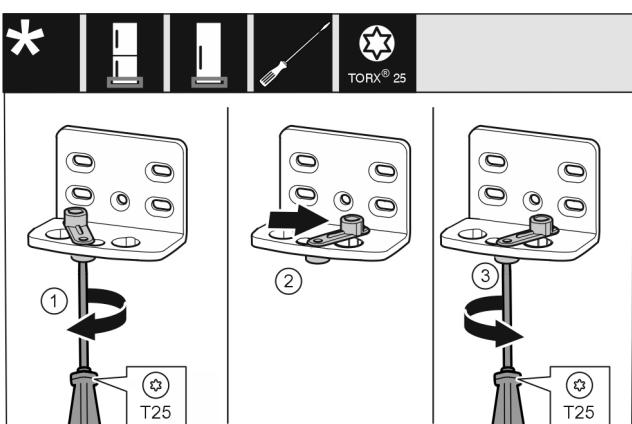

Fig. 16
- Voľne zaskrutkujte skrutku Fig. 16 (1) skrutkovačom.
- Nadvhňte pomôcku na zatváranie dverí Fig. 16 (2) a otočte ju o 90° doprava v otvore.
- Pevne utiahnite skrutku Fig. 16 (3) skrutkovačom.